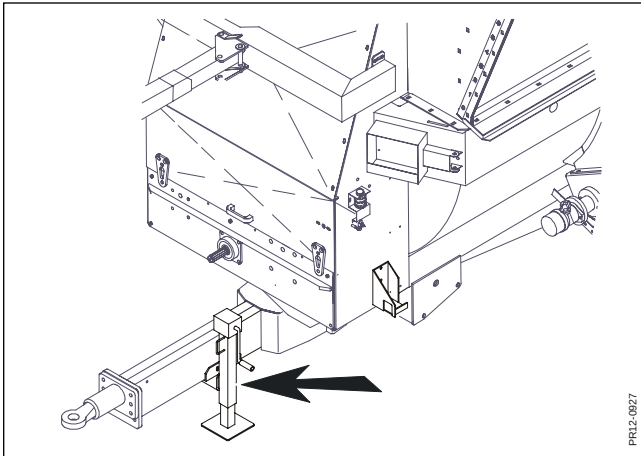

Fig. 4.9
- Fig. 4.9** Som tilbehør findes der en manuel støttestod (vedr. bestillingsnummer: se reservedelslisten), som dog er standard på "S"-udgaven.